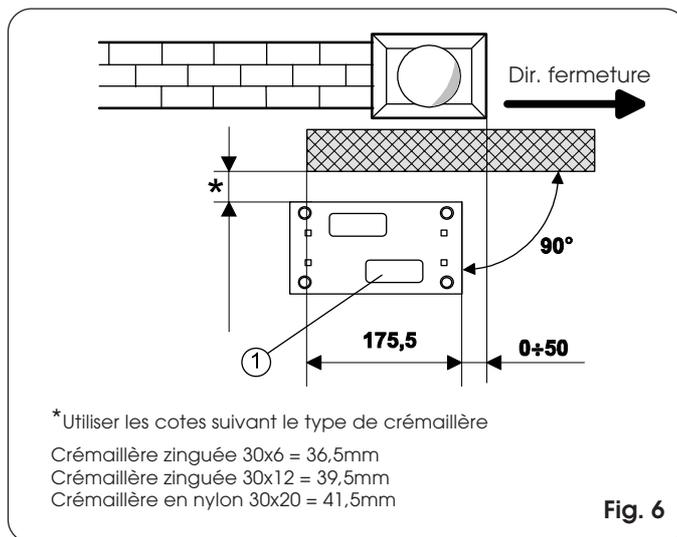
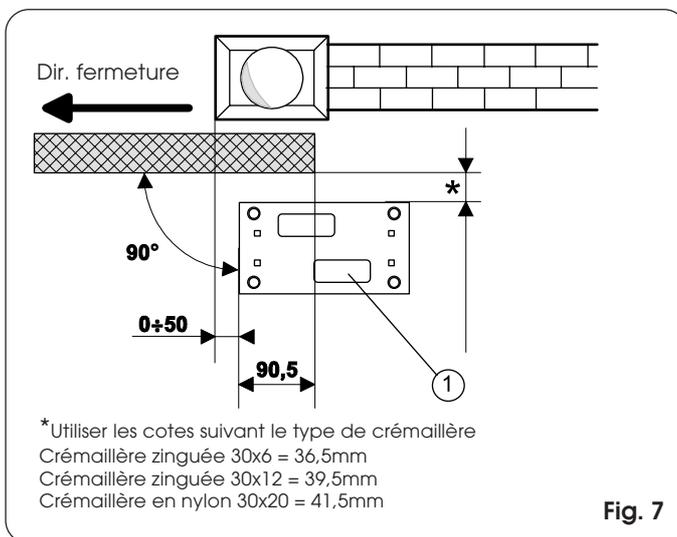

Fig. 6
Fig. 7
- 1) La plaque de fondation doit être positionnée d'après la Fig. 6 (fermeture à droite) ou la Fig. 7 (fermeture à gauche) pour garantir l'engrènement correct du pignon à la crémaillère.